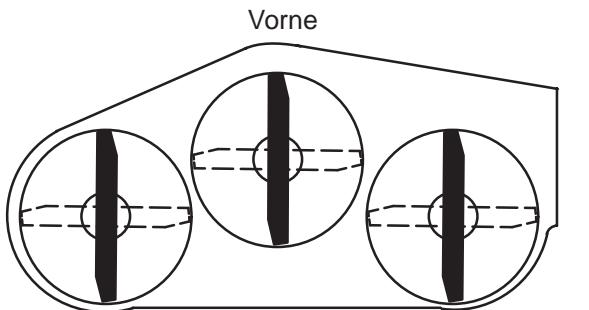

Bild 30
2. Drehen Sie die Schnittmesser, bis die Enden nach vorne und hinten gerichtet sind (Bild 30). Messen Sie von einer ebenen Oberfläche bis zur Schnittkante der Messer (Bild 31). Zeichnen Sie dieses Maß auf.